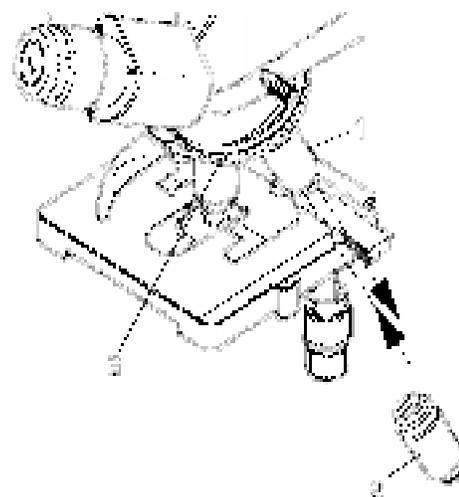

Figura 14 – Substituir uma objetiva
- Levar a objetiva para trocar (Figura 14/1) para a posição lateral girando o revolver porta-objetivas (Figura 14/3).
- Enroscar a objetiva desejada (Figura 14/2) até o topo no revolver porta-objetivas.